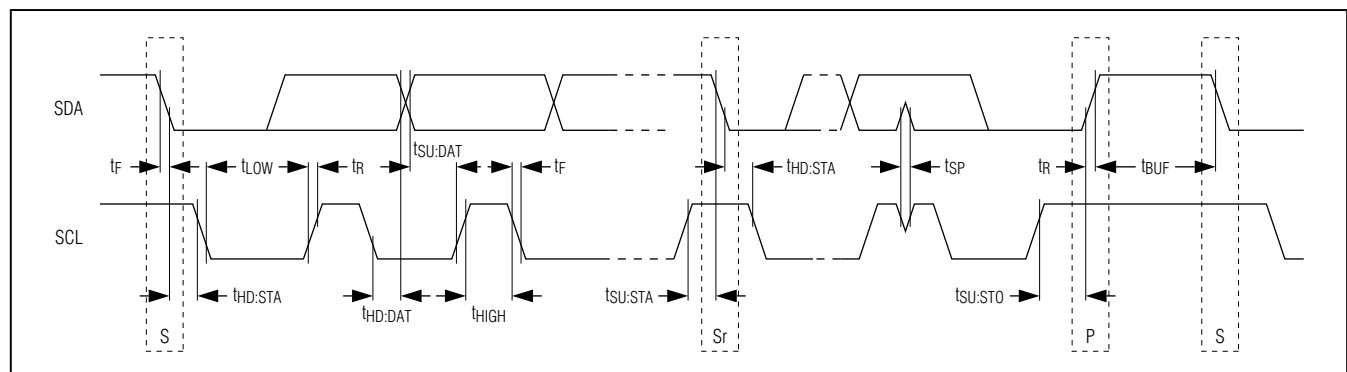

図 1. I²C のタイミング図
このデバイスは、シリアルデータライン(SDA)とシリアルクロックライン(SCL)で構成されるI²C対応の2線式インタフェースを備えています。SDAおよびSCLラインによって、このICとマスターデバイス間で最大400kHzの速度での読み取りおよび書き込み通信が可能です。このICはスレーブデバイスで、SCL信号の生成をマスターに依存します。マスターはバス上でのデータ転送を開始し、SCLを生成して転送を可能にします。図1は、バスのタイミングを示します。バスが使用されていない状態では、2本のバスライン(SDAとSCL)がハイになっている必要があります。使用中はポートのビットがグルグルされ、SDAおよびSCL用の適切な信号を生成します。SDAの状態は、SCLがローの間のみ変化することができます。START (S)およびSTOP (P)条件以外は、SCLがハイの間はSDAの状態が安定している必要があります。データは8ビットのバイト単位で送信されます。データビットをデバイスに転送するためには9クロックサイクルが必要であり、9番目のクロックサイクルはアクノリッジパルスに使用されます。V_{DD}以外の電圧で動作するマイクロコントローラとのインタフェースを可能にするため、独立したV_{DDI}電源入力および内蔵の双方向レベルトランスレータが用意されています。SDAドライバはオープンドレイン出力のため、ロジックハイ電圧を生成するためのプルアップ抵抗が必要です。
信し、転送の開始を通知します(図1を参照)。マスターがスレーブとの通信を完了した時点で、SCLがハイの間にSDAをローからハイに遷移させることによって、マスターはSTOP条件を送信します。その後バスが開放され、次の転送が可能になります。